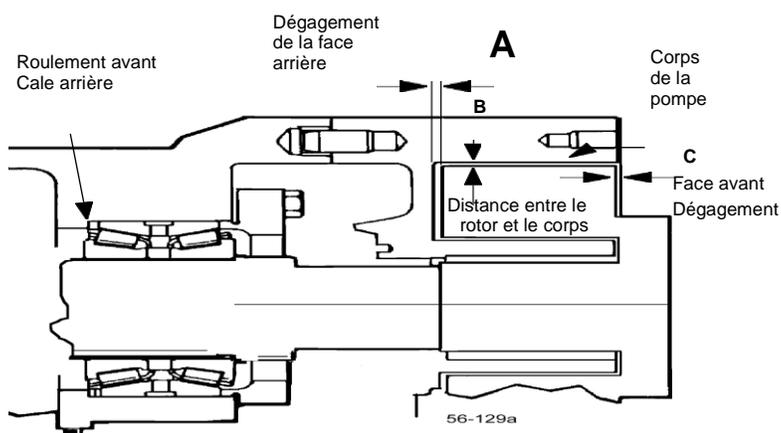

Figure 64 - Mesures du dégagement
- À l'aide de jauges d'épaisseur, mesurer le dégagement de la face arrière du rotor (figure 64, élément A), par l'orifice ou par l'avant.
- Vérifiez le dégagement de la face avant du rotor (figure 64, élément C).
- Mesurez le dégagement entre le rotor et le corps (figure 64, élément B).